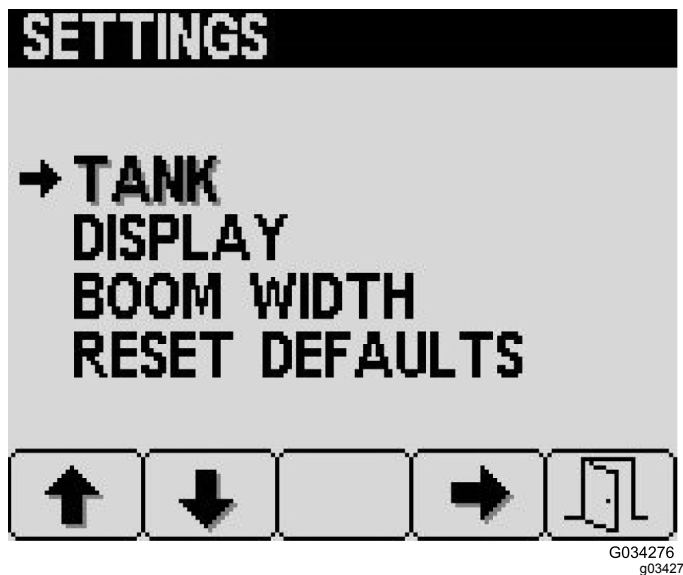

図 23
1. 設定 Settings画面でボタン2を何度か押してタンク Tankへ移動し、ボタン4でそれを選択する 図 23。